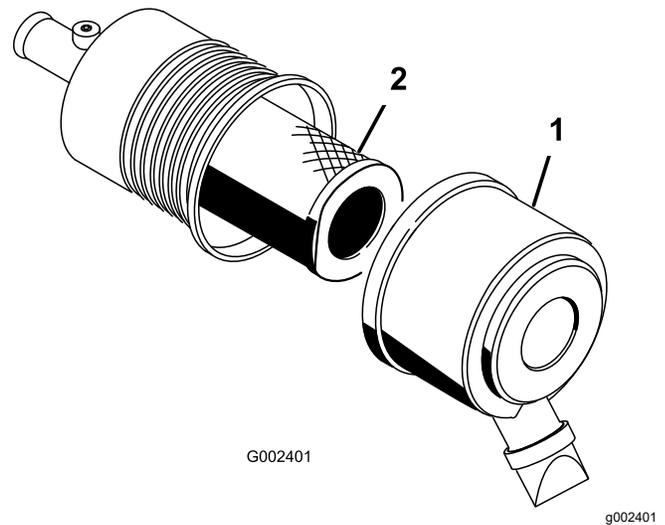

Figura 55
2. Liberte os trincos que fixam a cobertura do filtro de ar ao respetivo corpo (**Figura 55**).
3. Retire a cobertura do corpo do filtro de ar (**Figura 55**).
5. Retire e substitua o filtro (**Figura 55**).